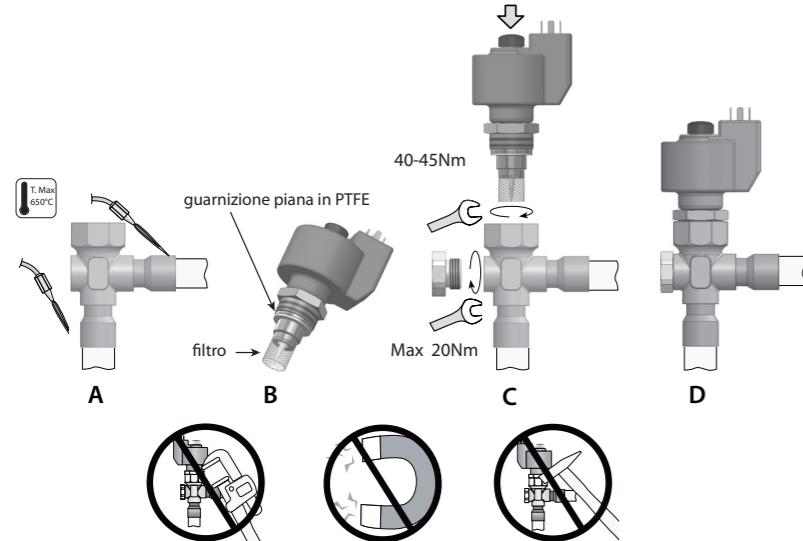

Fig.2
Le valvole E²V-S devono essere saldate al circuito mediante brasatura dei raccordi in rame ai tubi di uscita condensatore (IN) e di ingresso evaporatore (OUT). Seguire la successione indicata in Fig. 2 procedendo in questo modo:
2. Procedere alla saldatura orientando la fiamma verso l'estremità dei raccordi come da Fig. 2-A (per una migliore brasatura senza alterare la tenuta della zona di saldatura tra corpo e raccordi utilizzando lega con temperatura di fusione inferiore a 650 °C o con tenore di argento superiore del 25 %).
4. Verificare che la guarnizione piana in PTFE sia presente e posizionata in sede (Fig. 2-B). In caso contrario, prelevare dalla confezione una guarnizione piana e inserirla nella cartuccia dalla parte della boccola in ottone.
5. Verificare che il filtro in rete metallica sia inserito sulla boccola di ottone (Fig. 2-B). In caso contrario, posizionarlo come in figura e portarlo in battuta. **Attenzione! Utilizzare il filtro solo in mono-direzionale con ingresso del fluido dal raccordo laterale. In caso di utilizzo della valvola in direzione contraria, prevedere apposito filtro nel circuito, togliendo quello fornito.**
6. Avvitare nel corpo valvola la cartuccia in acciaio sull'apposito alloggiamento filettato con una chiave a forchetta da 24. Serrare la cartuccia sul corpo valvola con una coppia di serraggio suggerita di 40-45 Nm (Fig. 2-D). Per favorire un più rapido assemblaggio della valvola, si consiglia di non smontare il motore dalla cartuccia.
The E²V-S valves must be joined to the circuit by braze welding the copper fittings to the condenser outlet (IN) and evaporator inlet (OUT) pipes. Proceed as indicated in Fig. 2:
2. Weld by aiming the flame at the ends of the fittings as shown in Fig. 2-A (for better braze welding without affecting the seal of the welded area between the body and the fittings, use alloys with a fusion temperature less than 650 °C or with a silver content above 25%);
4. Make sure that the PTFE flat gasket is present in its seat (Fig. 2-B). Otherwise, take a flat gasket from the packaging and place it in the cartridge from the side of the brass bushing.
5. Make sure that the metal mesh filter is inserted on the brass bushing (Fig. 2-B). Otherwise, position it as shown in the figure and make sure it's properly in place.
6. Tighten the steel cartridge in its threaded socket on the valve body using a 24 mm spanner. Tighten the cartridge on the valve body to a recommended tightening torque of 40-45 Nm (Fig. 2-D). For faster valve assembly, do not remove the motor from the cartridge.